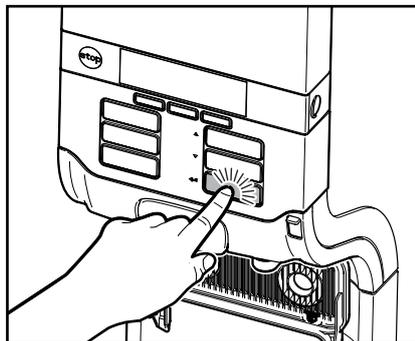

Fig. 46
4. Appuyez sur la touche d'entrée ← pour valider l'insertion de la pastille nettoyante (fig. 46).